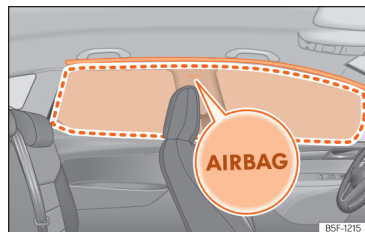

Abb. 33 Einbauort und Entfaltungsbereich des Kopfairbags.
Die Kopfairbags befinden sich zu beiden Seiten im Innenraum oberhalb der Türen >>> (Abb. 33) und ihre Einbauorte sind mit dem Schriftzug „AIRBAG“ gekennzeichnet.
Der eingerahmte Bereich wird vom auslösenden Kopfairbag erfasst (Entfaltungsbereich) >>> (Abb. 33). Deshalb dürfen in diesen Bereich niemals Gegenstände abgelegt oder befestigt werden >>> ⚠.
- Stellen Sie sich, dass Kinder richtig in ihren Sitzen sitzen und ihren Kopf nicht in den Entfaltungsbereich der Kopfairbags halten >>> (Abb. 33), da sie beim Auslösen der Airbags von diesen getroffen werden und schwere Verletzungen erleiden könnten.